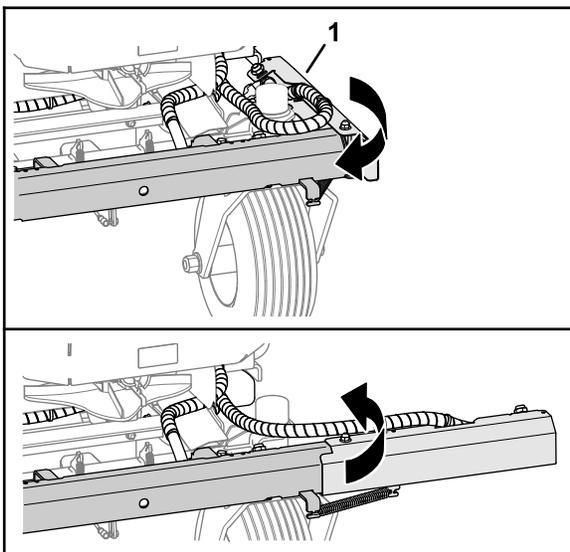

Figure 30
- Faites pivoter la rampe de pulvérisation extérieure vers l'avant pour déployer la rampe (Figure 30).
- Faites pivoter la rampe de pulvérisation extérieure vers l'arrière pour replier la rampe (Figure 30).